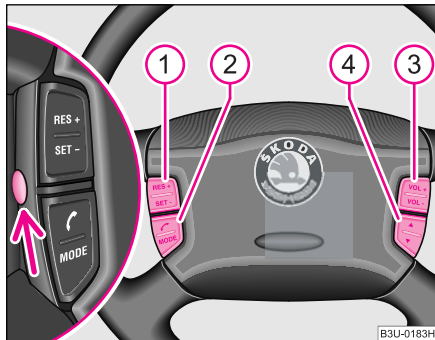

Fig. 117 Volanul multifuncțional: tastele de comandă
Tastele ①, ②, ③ și ④ ♥ fig. 117 permit acționarea funcțiilor principale ale sistemului vitezei de croazieră, ale radioului și telefonului. Respectați informațiile detaliate din fiecare manual de utilizare al acestor aparate.
Sistemul de viteză de croazieră se acționează de la tastele ① și ②, iar la echiparea cu telefon, numai de la tasta ① ♥ fig. 117.
- După atingerea vitezei dorite, apăsați scurt tasta ① ♥ fig. 117 pe poziția **SET-**. Autovehiculul va menține viteza respectivă constantă, fără a fi necesară acționarea pedalei de accelerație.
- Viteza memorată poate fi **redușă** prin apăsarea tastei ① ♥ fig. 117 în poziția **SET-**. Viteza scade atâta timp cât se menține tasta apăsată. După atingerea vitezei dorite, eliberați tasta. Astfel viteza actuală se va memora.
- Dacă eliberați tasta la o viteză sub 30 km/h, viteza nu se va memora, memoria se șterge. Viteza trebuie memorată după depășirea vitezei de 30 km/h, prin apăsarea tastei ① în poziția **SET**.
- Sistemul de viteză de croazieră se deconectează, la variantele fără telefon, apăsând tasta **2** ♥ pagina 131, fig. 117 în poziția **CANCEL**, iar la variantele cu telefon, prin deplasarea comutatorului **A** în poziția centrală, înainte de **OFF** ♥ pagina 124.
Radioul va fi acționat de la tastele **3** și **4**, iar la variantele cu telefon, de la tastele **2**, **3** și **4** ♥ pagina 131, fig. 117.
Când comutați în regimul de funcționare Telefon de la tasta **MODE** de pe volanul multifuncțional ♥ pagina 131, fig. 117 și telefonul nu se află în adaptor, pe display se afișează **INSERT PHONE (introduceți telefonul)** După așezarea telefonului în adaptor, pe display se afișează **PHONE IN (telefon introdus)**.